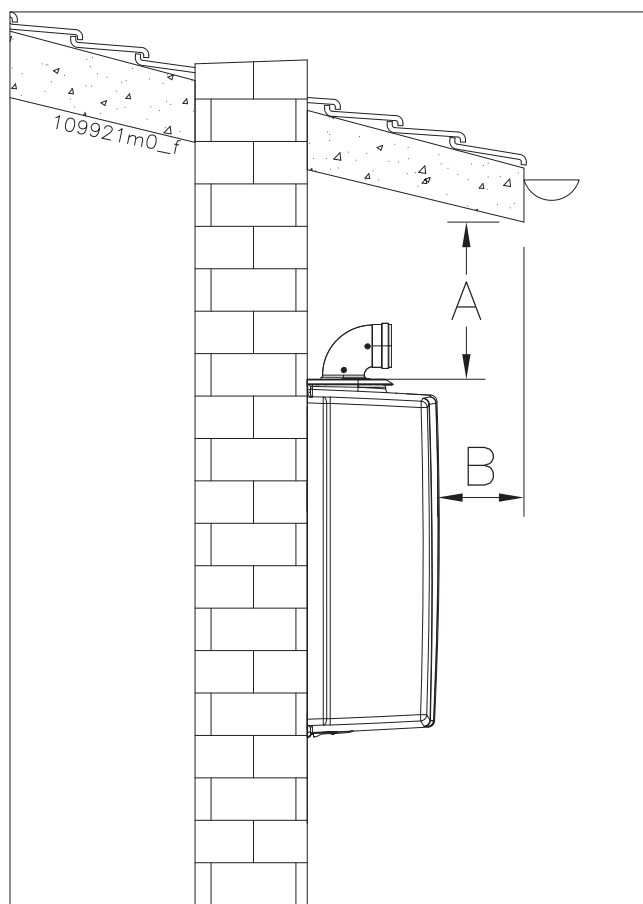

Figure 4-4 - Exemple de lieu partiellement protégé
- ☞ Cet appareil n'est pas conçu pour une installation en plein air, il ne doit pas être exposé à des températures inférieures à 0,5 ° C et supérieures à 50 ° C. Choisir un endroit à l'abri des agents atmosphériques et du gel. Si l'appareil est équipé d'un kit spécial de protection pour l'extérieur (voir chapitre 5.18), il peut être installé à l'extérieur des maisons, dans un endroit partiellement protégé de la pluie, de la neige et de la grêle, par exemple balcons, portiques, etc. (voir figure 4-4).
**Légende de la figure 4-4 - Les distances « A » et « B » doivent être évaluées en phase d'installation afin que la pluie n'atteigne pas directement l'appareil.**